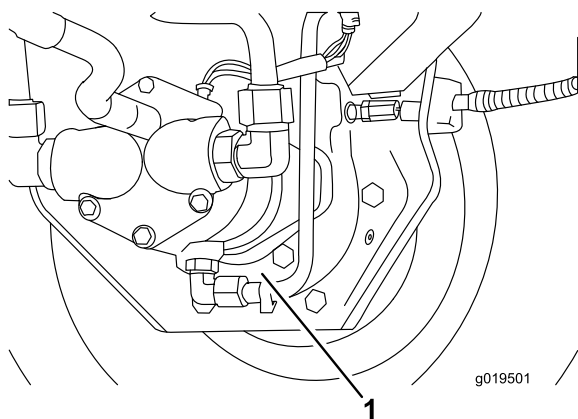

Figura 68
3. Coloque o recipiente de escoamento por baixo da caixa do travão, retire o tampão e deixe o óleo escorrer para o recipiente (Figura 68).